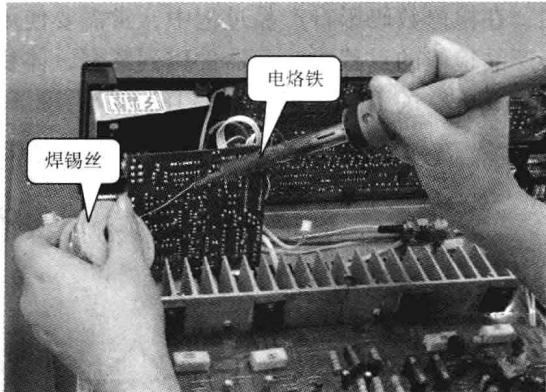

图 1-15 焊料(焊锡丝)
2) 焊料(焊锡丝): 焊料(焊锡丝)的作用是焊装元器件时, 将两种相同或不同的被焊金属连接到一起, 如图 1-15 所示。目前在数码影音产品维修时使用最多的是锡铅焊料, 俗称焊锡。